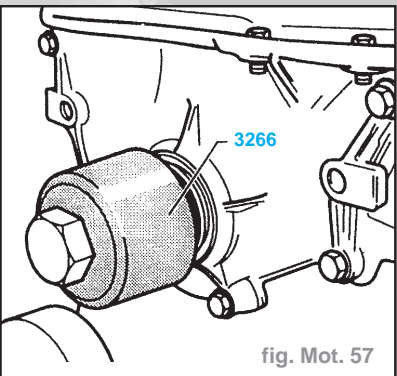

fig. Mot. 57
- Emmancher la bague-joint jusqu'en butée avec la douille de pression de **3266**. Utiliser à cet effet la vis de fixation usagée de l'amortisseur de vibrations (fig. Mot. 57).